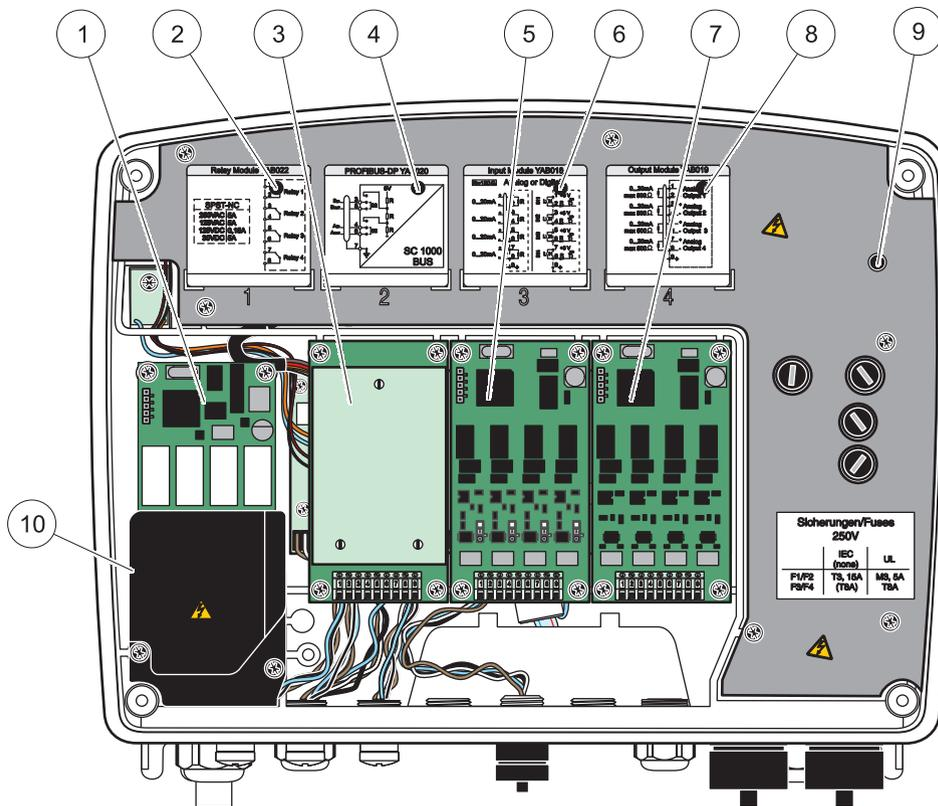

Figura 18 Portas do cartão de expansão
3. Conecte o cartão de relés no slot adequado (Figura 18). Use uma chave phillips magnetizada para fixar os quatro parafusos phillips no cartão (é mais fácil para conectar os cartões com o módulo em sua posição normal montado na vertical, ao invés de colocados na horizontal em uma bancada).
6. Escreva o número serial da placa de classificação no adesivo fornecido e acople-o na barreira de alta voltagem de energia (Figura 18). Este número serial é o mesmo endereço interno do cartão na rede.
2. Conecte o cartão de entrada no slot adequado (Figura 18). Use uma chave de fenda magnética para prender os quatro parafusos no cartão.
5. Escreva o número serial da placa de classificação no adesivo fornecido e acople-o na barreira de voltagem de energia (Figura 18).
2. Conecte o cartão de saída no slot adequado (Figura 18). Use uma chave de fenda magnética para prender os quatro parafusos no cartão.